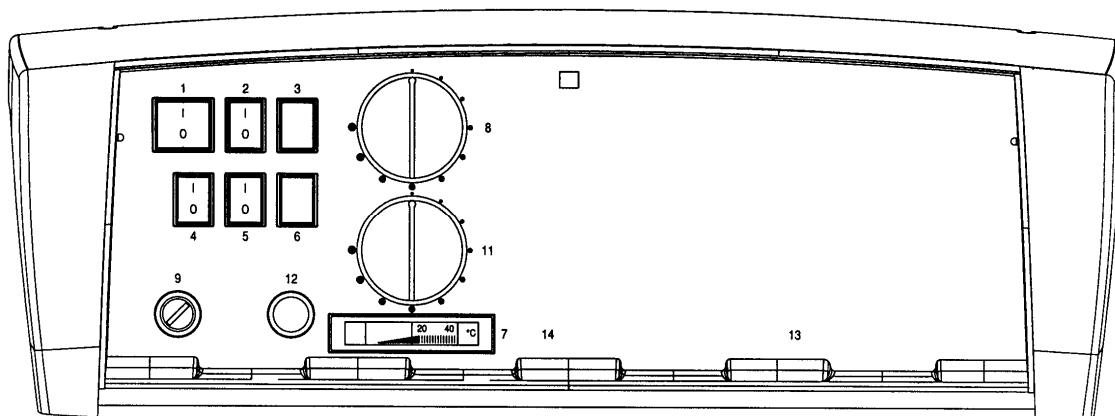

Рис. 4
5.3.1 ПАНЕЛЬ УПРАВЛЕНИЯ ОПЦИОННО (Рис. 4)